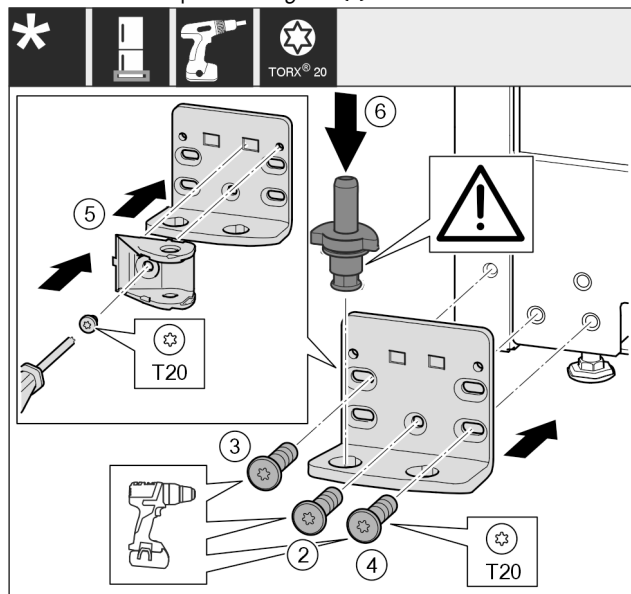

Fig. 43
- Applicare la staffa di supporto sull'altro lato e avvitare con l'aiuto di un cacciavite. Iniziare dalla vite Fig. 43 (2) in basso al centro.
- Stringere la vite Fig. 43 (3) e la vite Fig. 43 (4).
- Ruotare di 180° il collegamento dell'ammortizzatore di chiusura Fig. 43 (5). Sull'altro lato del blocco di supporto avvitare con un cacciavite.
- Inserire completamente i perni di supporto Fig. 43 (6). Facendo ciò assicurarsi che la camma di arresto sia rivolta all'indietro.